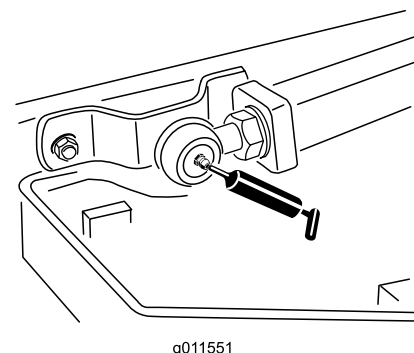

Figura 80
- Rótulas de los brazos de elevación (2) (Figura 80)